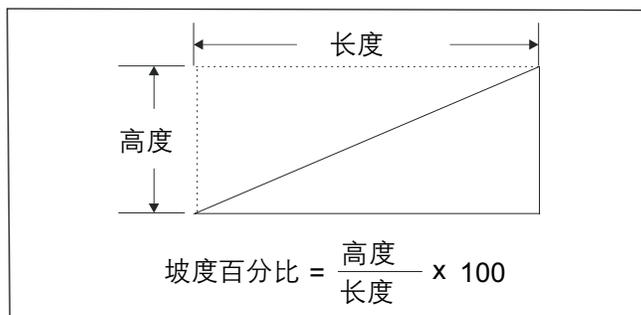

图 8.5 – 坡度百分比公式
坡度百分比等于坡道高度(垂直高度)除以长度(行驶长度)，再乘以 100。请参见图 8.5。
5. 使用图 8.5 中的公式计算坡度的百分比。